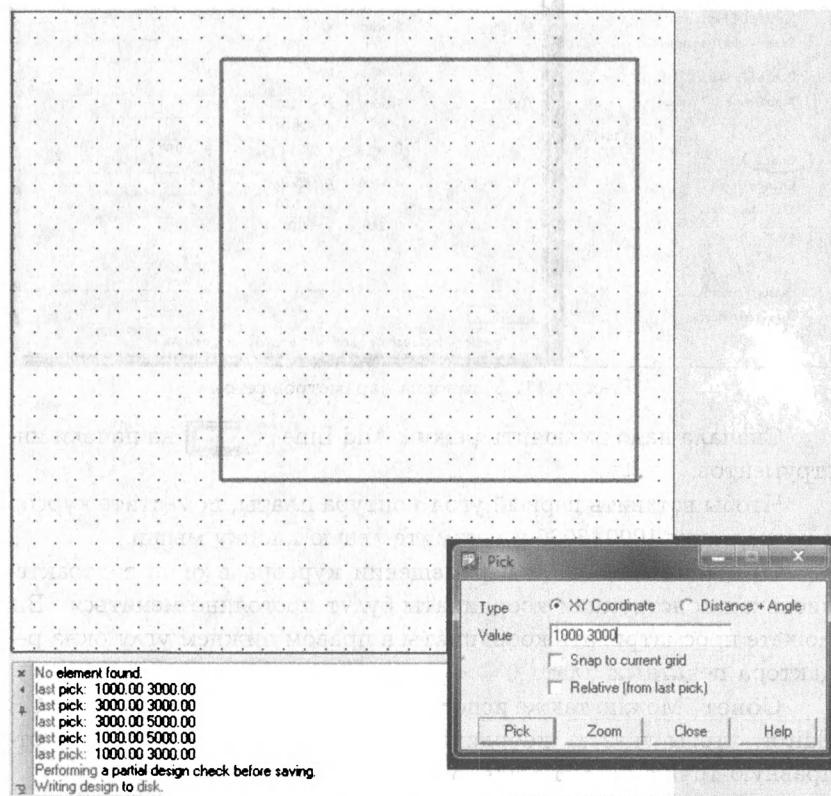

Рис. 21.13. Ввод координат контура платы
нат (абсолютные или относительные), позиционирование контура на поле. На рис. 21.13 показан ввод координат и их отображение в окне команд.
4. Заполните оставшийся контур платы, используя следующие координаты (рис. 21.13):